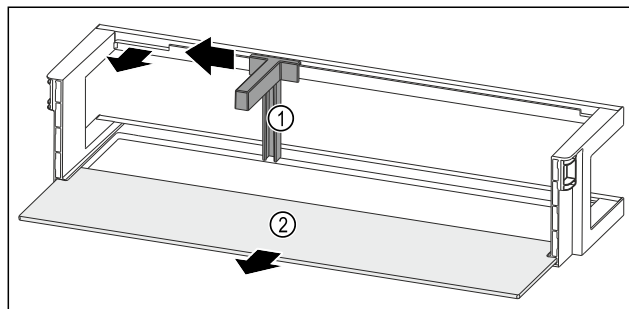

Fig. 90 Polica u vratima s držačem boca i policom za odlaganje
- Držač za boce Fig. 90 (1) pogurnite do otvora na stranu.
- Izvadite držač za boce Fig. 90 (1).
- Izvadite policu Fig. 90 (2).